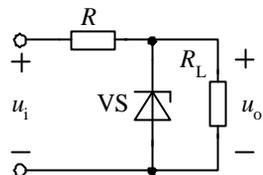

图 1-19 稳压管稳压电路
(5) 稳压电路 利用稳压管组成的简单稳压电路如图 1-19 所示。 $R$  为限流电阻, 用来限制流过稳压管的电流。当稳压管处于反向击穿状态时, 稳定电压  $U_Z$  基本不变, 故负载电阻  $R_L$  两端的电压  $u_o$  基本稳定, 在一定范围内不受  $u_i$  和  $R_L$  变化的影响。
- 1.3.5 在图 1-19 中,  $R_L=100\Omega$ , 电压  $u_i$  随时间在  $9\sim 12V$  范围内波动, 要求电压  $u_o$  稳定为  $6V$ 。试确定稳压管 VS 和电阻  $R$  的参数。